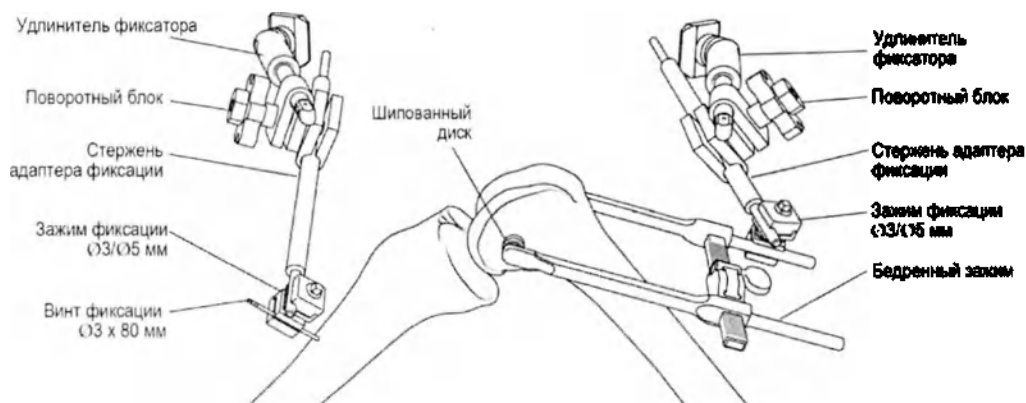

Рисунок 6-7. Фиксация коленного сустава с помощью бедренного зажима
- 3 **Хирург:** Зафиксируйте коленный сустав (**Рисунок 6-7**):
3 Хирург: Зафиксируйте коленный сустав (**Рисунок 6-7**):